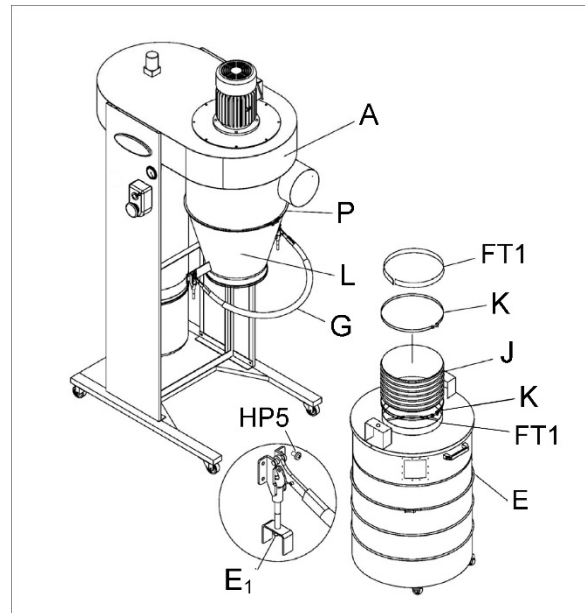

Figura 8
9. Arme el cono (L, Figura 8) en la caja (A) y fije con la abrazadera de cono (P). Apriete el tornillo en la abrazadera.
10. Pegue una cinta de espuma de 1 pulg de ancho (FT1) alrededor del cono (L) justo por encima del labio inferior.
11. Pegue una tira de cinta de espuma de 1 pulg de ancho (FT1) alrededor del resalto de la tapa del tambor (E).
12. Instale el cono (J) en la tapa del cono y tambor con abrazaderas de manguera (K).
13. Instale un manija de desconexión rápida (G) a los resaltes del cono con tornillos de cabeza redondeada (HP5).
14. Conecte la manija de desconexión rápida a la tapa del tambor (E) usando tuercas (E₁).